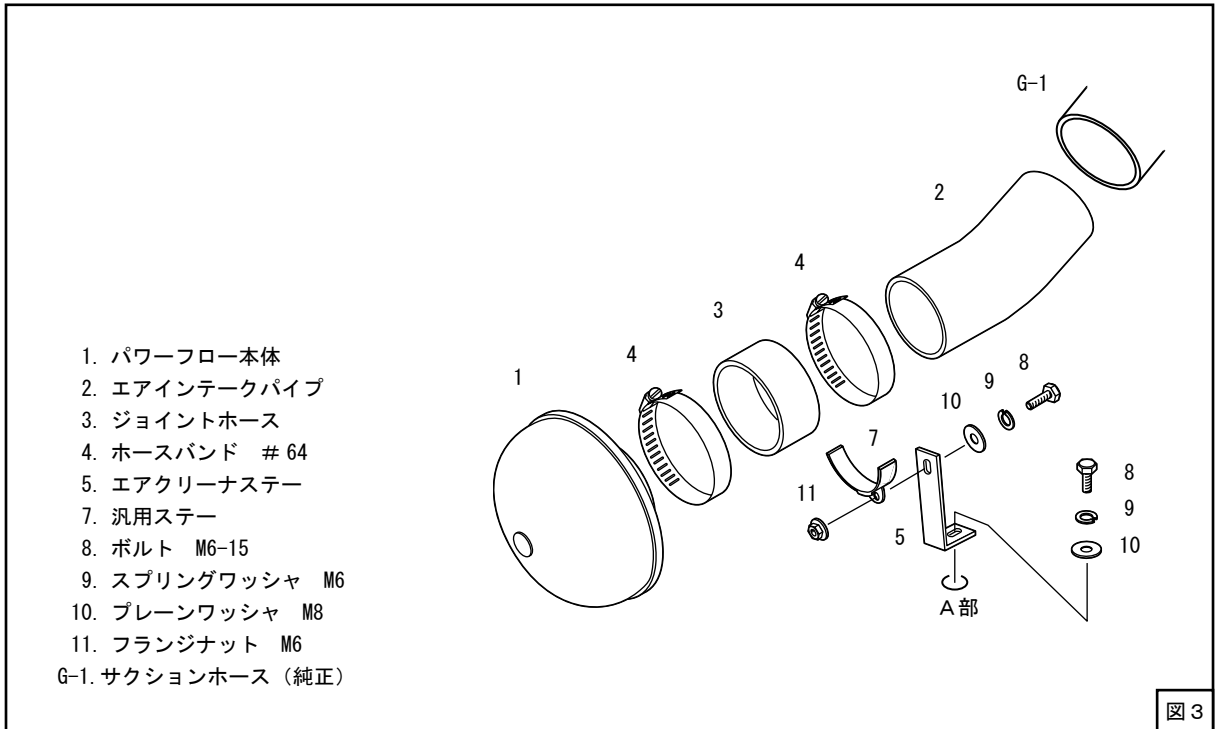

図3
- (1) A部にエアクリーナステーを仮付けしてください。(図2、図3)
(2) キットパーツを仮付けしてください。(図3、図4)